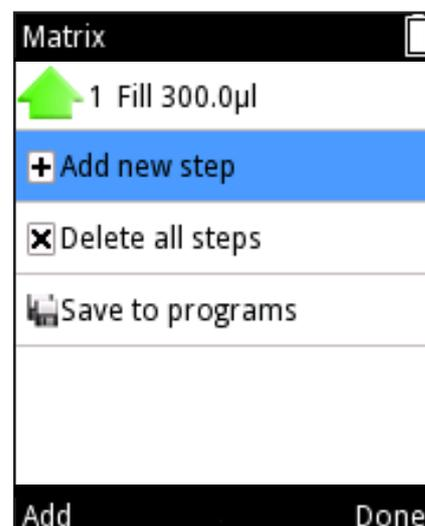

图 D11。
4. 为了给移液序列添加额外步骤, 高亮显示 Add new step (添加新步骤) 行 (图 D11), 然后按下  (Add (添加))。